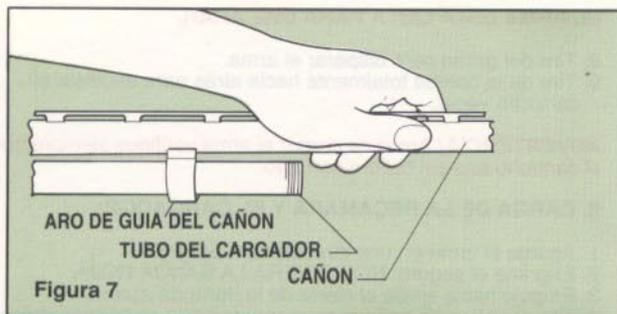

Figura 7
5. Sostenga el cañón por delante del aro de guía. Vea la Figura 7.